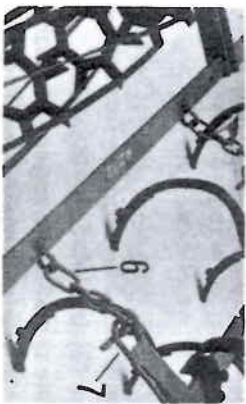

Abb. 54
1. Krümmler-Zugketten (6) in die Zugbügel der Federzahnegge (7) von oben einstecken (Abb. 54).